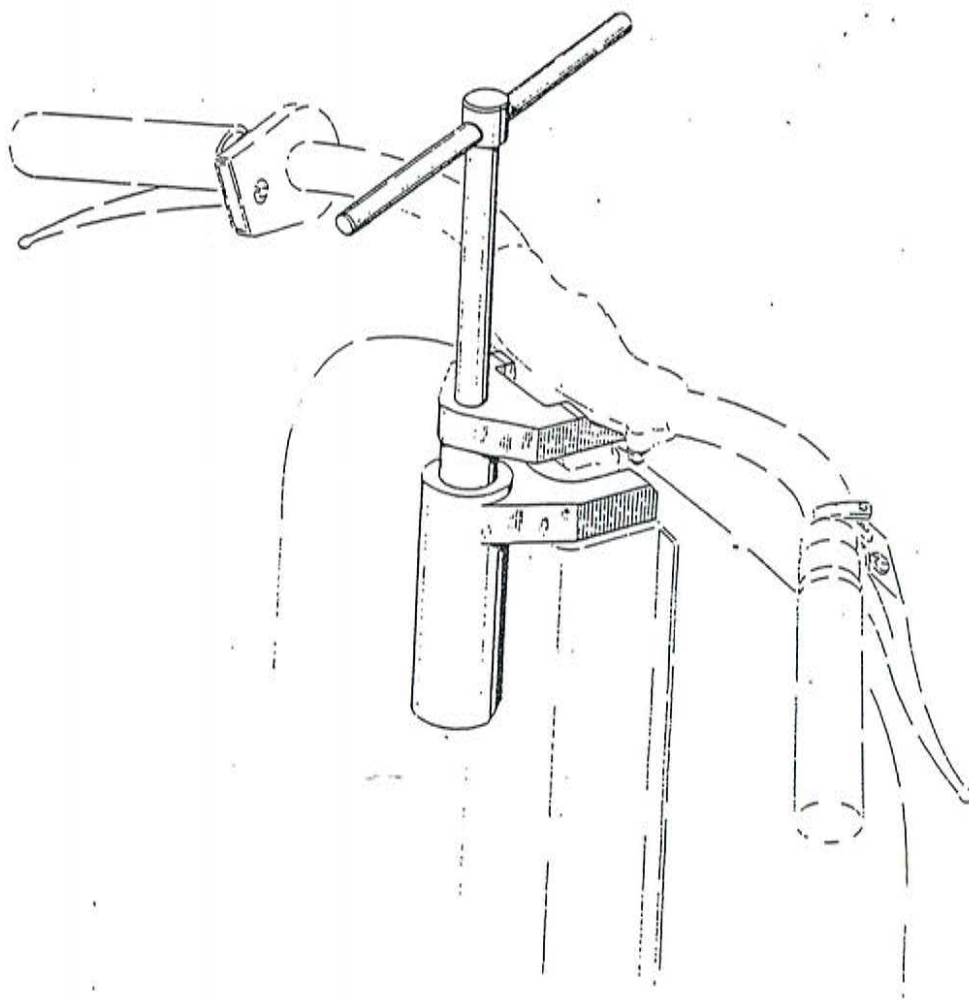

Fig. 19 - Estrazione supporto manubrio
- chiave 0015996 Svitare il dado e togliere il bullone che blocca il supporto manubrio sullo sterzo. Togliere il supporto. Se questa operazione riesce difficile a mano, usare l'estratteore 0016432 il cui uso è illustrato alla fig. 19.